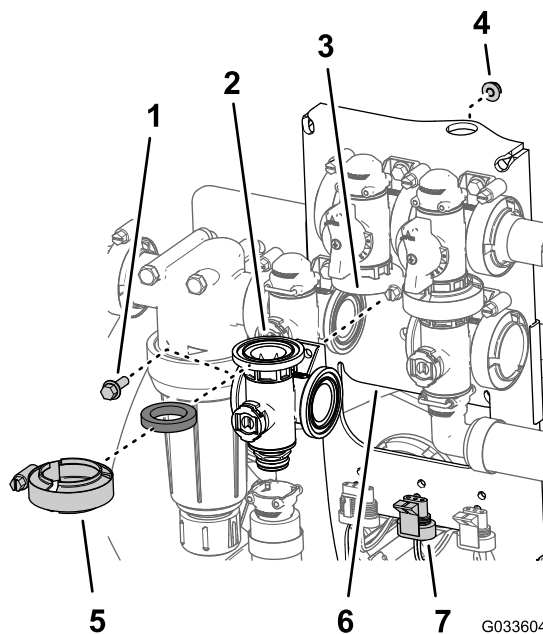

Figura 127
1. Aliniați flana supapei colector de agitare, o garnitură i flana supapei de bypass de agitare (Figura 127).
9. Montai supapa de agitare la suportul de montare a supapei cu urubul cu guler i contrapiulia cu guler pe (Figura 127) demontate la pasul 3 din Îndepărtarea supapei colector de agitare \(Pagină 80\) i strângerii piulia i urubul la un cuplu de 10 - 12 N·m.